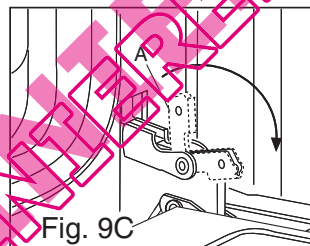

Fig. 9C
- 2) Rabattre vers l'extérieur la partie "A" de la charnière (voir fig. 9C).